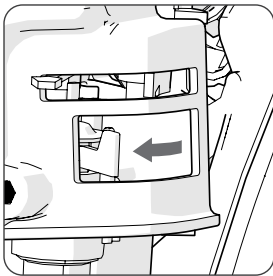

Fig 6
- Fermez le robinet du carburant (**Fig. 6**)